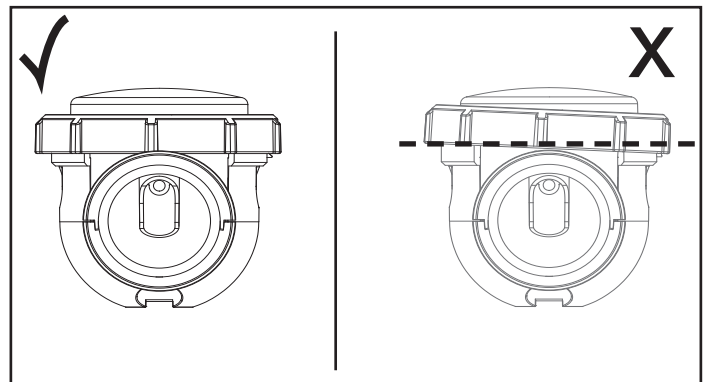

Figure 31. Blocage du niveau de l'anneau de blocage
**REMARQUE :** S'assurer que l'anneau de blocage soit de niveau avant d'insérer la niche de filetage (Voir Figure 31).